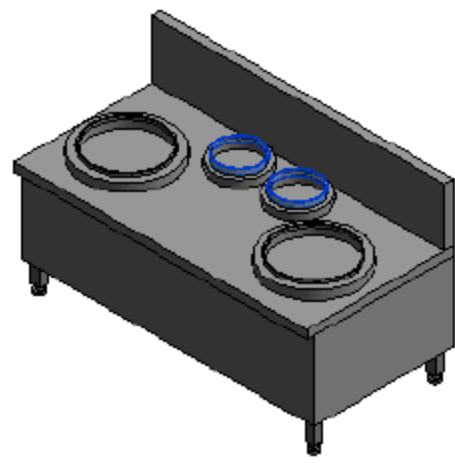

图 8.2.19 尾围 B 效果图
(19) 编辑可见性并添加材质。首先, 选中尾围 B 图元, 在“属性”面板中编辑“可见性/图形替换”选项, 取消“平面/天花板平面视图”复选框的选择, 单击“确定”按钮。其次, 添加尾围 B 的材质, 选择“不锈钢”类型, 单击“确定”按钮, 如图 8.2.19 所示。